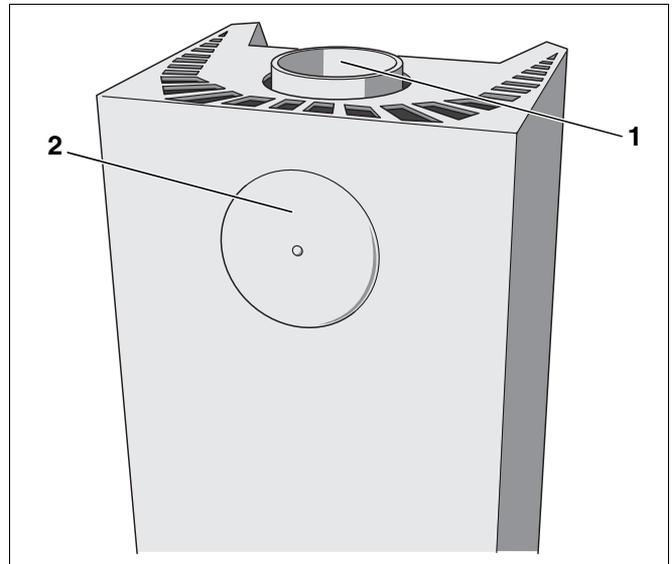

Abb. 5 Kaminofen – Auslieferungszustand
- Abgasanschluss Oberseite, über die obere Abgasöffnung nach oben (Abb. 5, **Pos. 1**)
- Abgasanschluss Rückseite, über die rückseitige Abgasöffnung nach hinten (Abb. 5, **Pos. 2**)